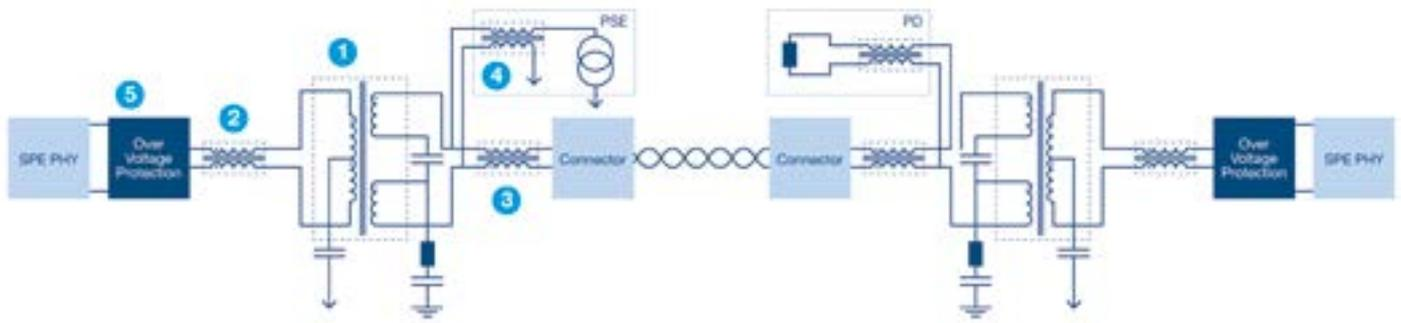

Imagen 1. Arquitectura de una conexión SPE, con los elementos esenciales de protección y los componentes de mitigación de IEM. (Fuente: Bourns).
La Imagen 1 muestra la arquitectura típica del recorrido de un SPE entre dos dispositivos (por ejemplo, un «host» conmutador o microcontrolador, a la izquierda, y un sensor en el nodo de la periferia, a la derecha). El conmutador incluye un equipo de alimentación/punto de inyección de alimentación por la línea de datos (PSE). El sensor obtiene la alimentación del par trenzado/suministro (PD).
La Imagen 1 muestra el filtro EMI y los componentes de protección ESD recomendados para una instalación SPE.